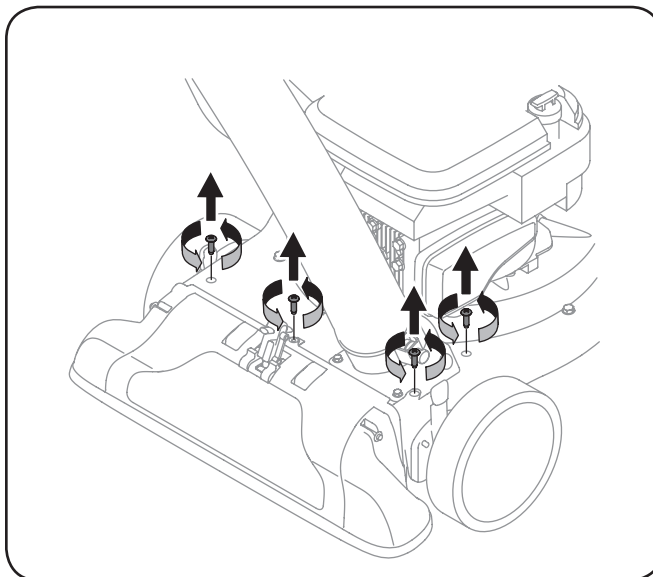

Figura 7-3
6. Saque los cuatro tornillos de la caja superior que ajustan la cubierta del pico. Vea la Figura 7-3.